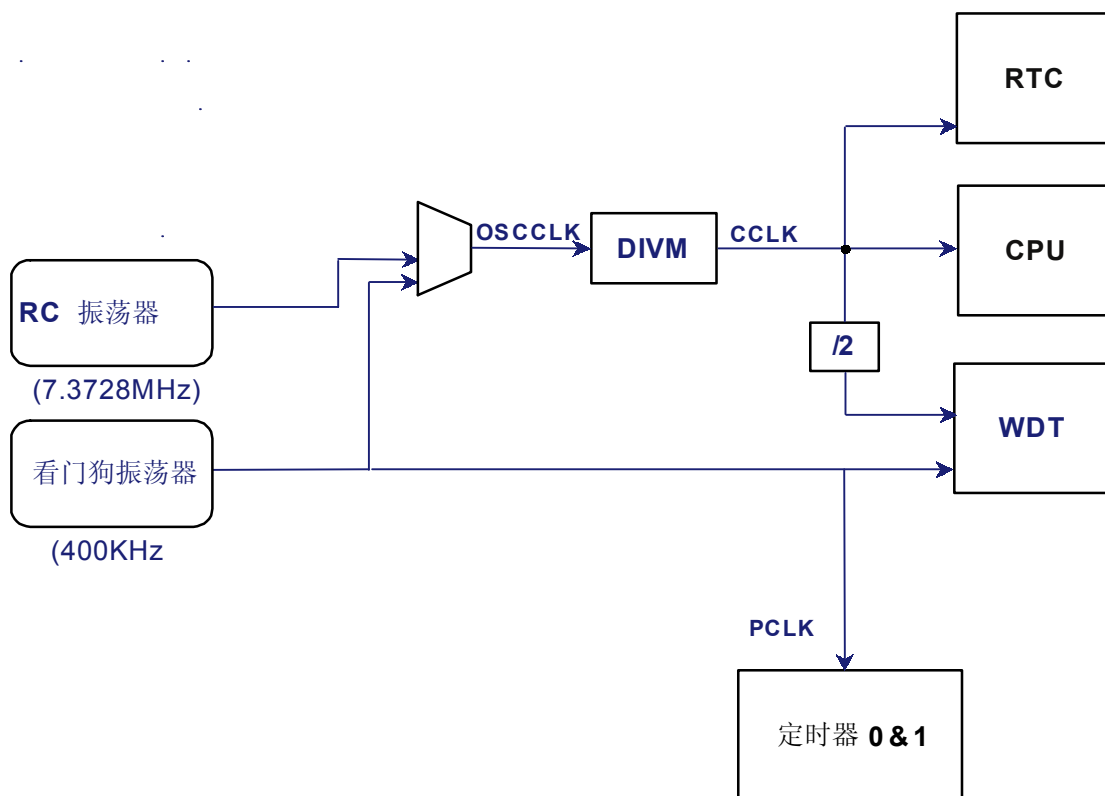

图 1 振荡器控制框图
- OSCCLK—输入到 DIVM 分频器的时钟。OSCCLK 可选择 4 个时钟源之一 (见图 1), 也可降低到较低的频率 (见“P89LPC902 具有一个内部唤醒定时器, 可使时钟延迟直到稳定下来, 其延迟时间取决于使用的时钟源。CPU 时钟 (CCLK) 时钟调整: DIVM 寄存器”一节)。注: fosc 定义为 OSSCLK 频率